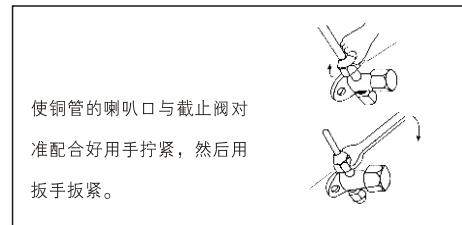

图 24
(3) 在截止阀与管的喇叭口处涂少许润滑油, 然后按图24所示拧紧纳嘴。
(4) 按图24所示用扳手牢固地将纳嘴扳紧, 扭矩力按表(5)规定执行。